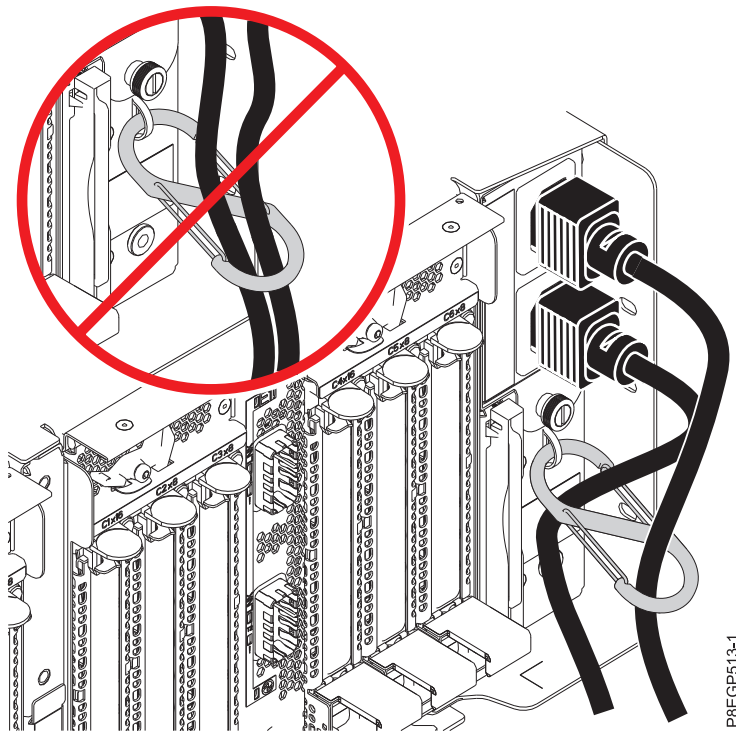

図 20. S 字形的カラビナを通した電源ケーブルの配線と電源への接続
- b. 電源ケーブルを、PCIe3 6 スロット・ファンアウト・モジュールやモジュールに邪魔されないよう、S 字形のカラビナを通して配線します。『27 ページの図 20』を参照してください。
- c. 電源ケーブルのもう一方の端を、取り付ける EMX0 PCIe3 拡張ドロワー上の電源装置に接続します。『図 20』を参照してください。